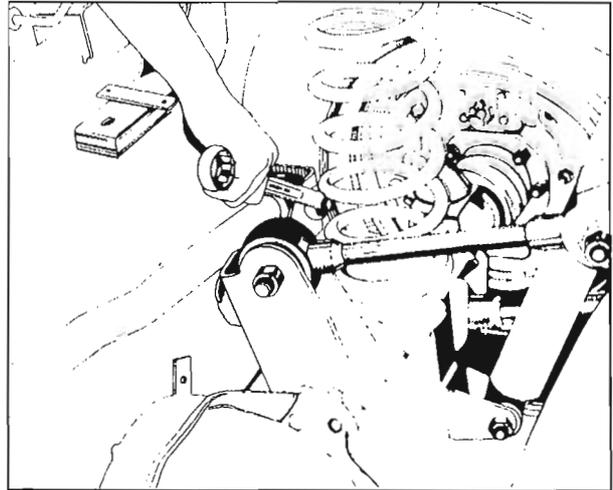

Fig.28 - Desmontaje de la barra panhard del soporte en el eje trasero
- Afloje y retire los tornillos y las tuercas que conectan la barra panhard al soporte en el eje trasero (Fig.28) y al soporte en el bastidor del chasis.